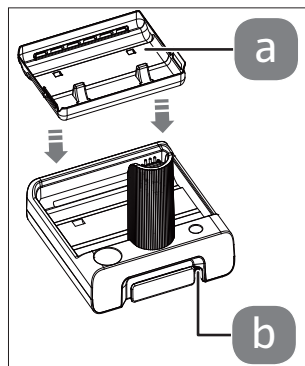

Fig. 4 – Cargador
- ▶ Inserte el conector hueco del adaptador de alimentación suministrado en el conector hembra (b) situado en la parte trasera del cargador ((véase Fig. 4)).